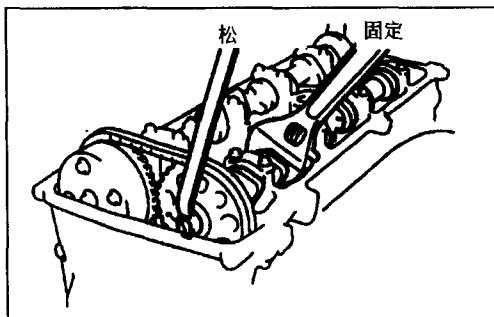

图 1-12
(4)如图1-12所示,用扳手固定凸轮轴,拆松正时链轮的固定螺栓。注意:小心不要损坏气门挺柱。